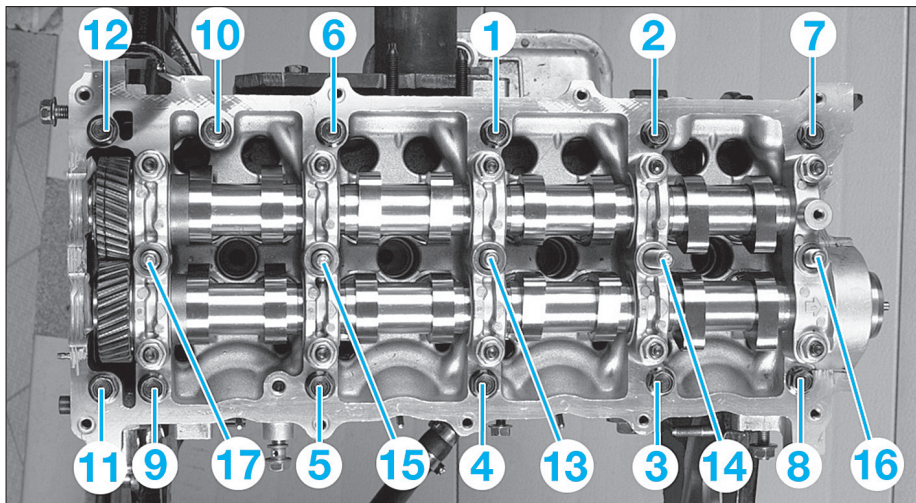

FIG. 32
- Mettre en place le carter d'arbres à cames sur la culasse et serrer dans l'ordre et au couple de serrage prescrit les vis de carter d'arbre à cames (fig. 32).